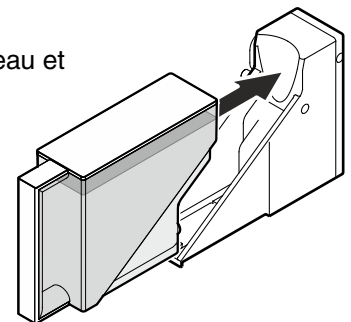

Figure 24
3. Remettre le réservoir d'eau et le repousser jusqu'à la butée dans la console (Figure 24).